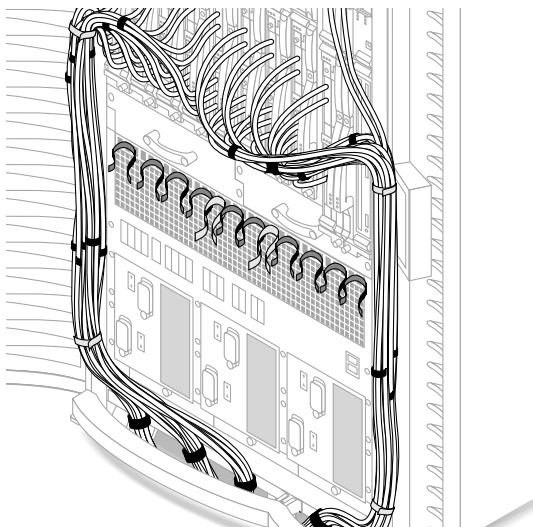

図 11 エアブリナムの取り外し (正面)
3. この束を、すぐ近くのドアにある上部の緑のケーブルストラップ (No. 6) に固定します (図 11)。